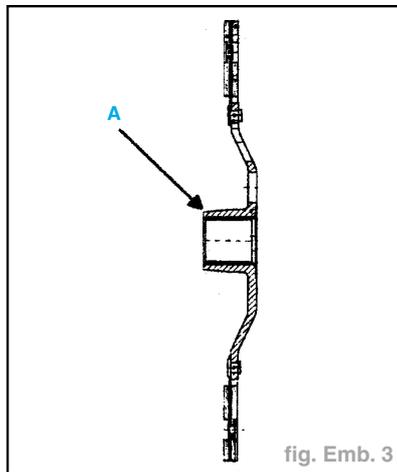

fig. Emb. 3
- Mettre le disque en place (déport (A) du moyeu côté volant moteur) (fig. Emb. 3).